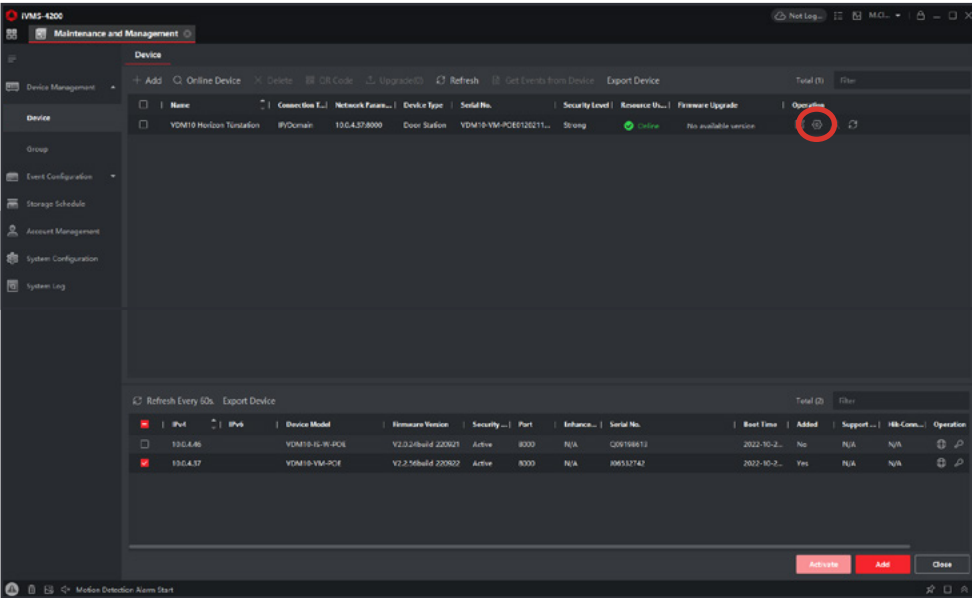

Abb.15
1. Starten Sie die iVMS-4200. Öffnen Sie nun die „Remote Configuration“ (Abb.15) indem Sie auf das „Zahnradsymbol“ rechts in der Gerätezeile klicken.